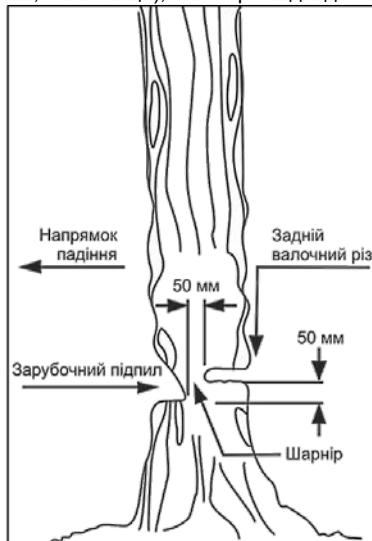

Рисунок 9
4.3.2 Зарубочний підпил (дивіться рисунок 9)
4.3.3 Задній валочний різ (дивіться рисунок 9)